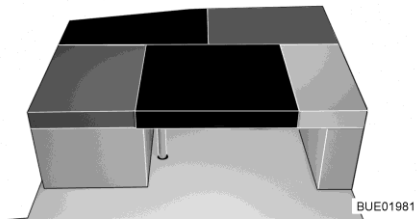

Fig. 164 Después de la transformación
- Colocar el cojín adicional rectangular en la mesa (entre el cojín del asiento y el cojín del respaldo del asiento lateral, véase Fig. 164).